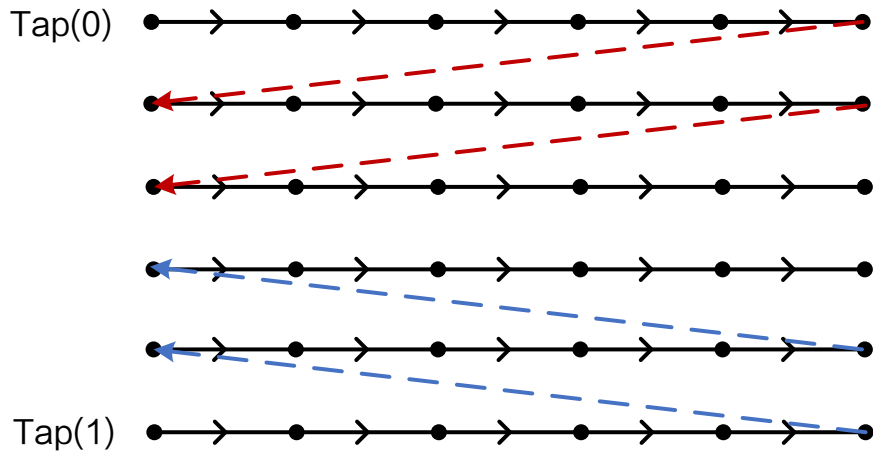

图10-5 Geometry_1X_2YE 出图方式
- 通道模式为 Geometry_1X_2YE 时，出图方式如图 10-5 所示。